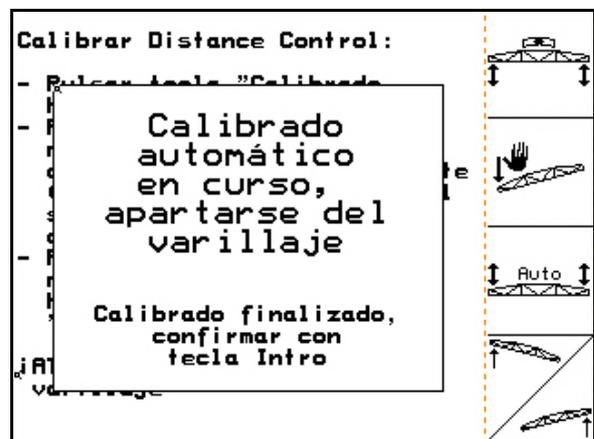

Fig. 20
- Cuando finaliza el calibrado automático, el ordenador muestra lo siguiente (Fig. 20).